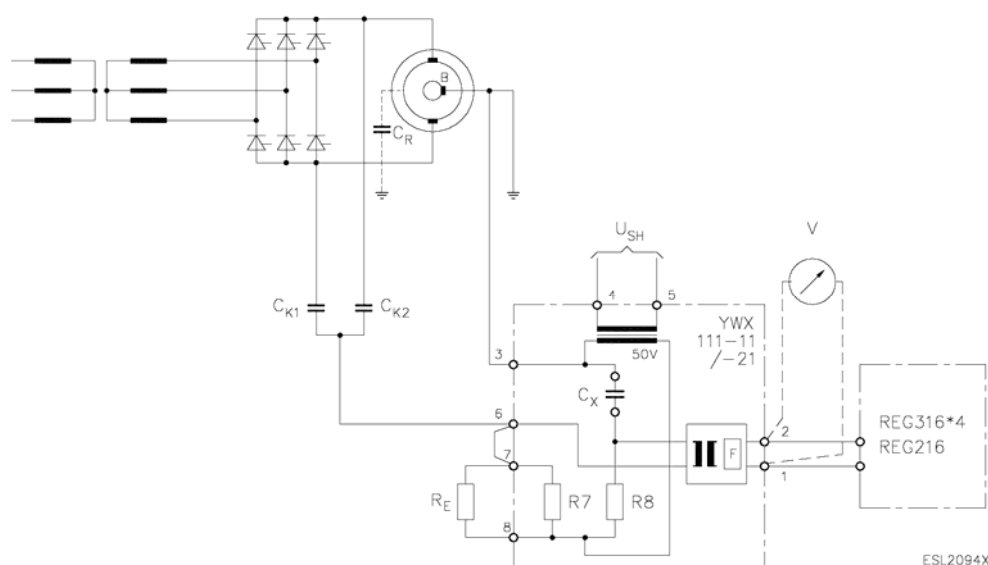

Рисунок 4.52. Настройка устройства YWX111-11/-21
- а) цепь по Рис. 4.55а (или Рис. 4.52):